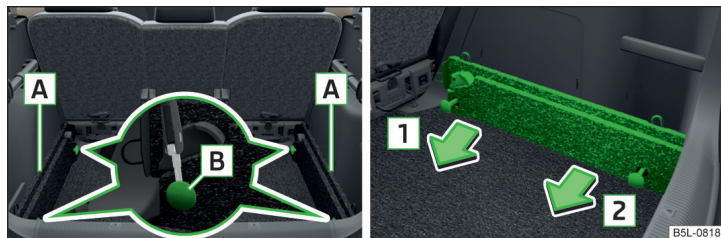

Fig. 107 Défaire les points de fixation/extraire les glissières de support
- Défaitez les points de fixation [B] » fig. 107 sur les glissières de support à l'aide de la clé du véhicule ou d'un tournevis plat.
- Appuyez jusqu'en butée sur les deux points de fixation [B] » fig. 107 de chaque glissière de support.